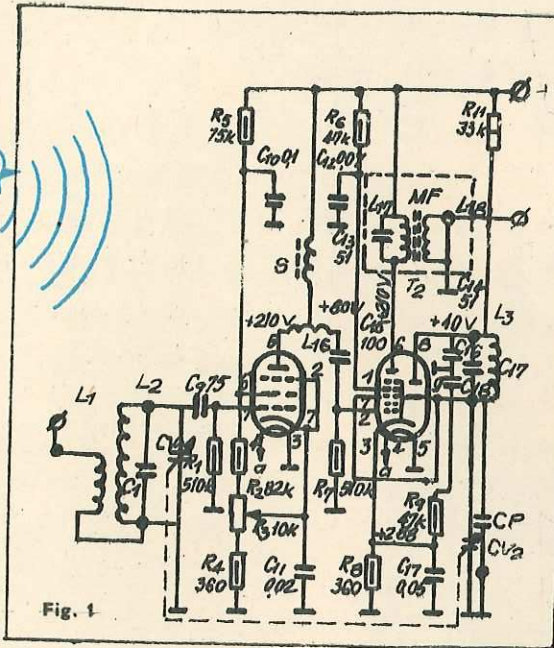
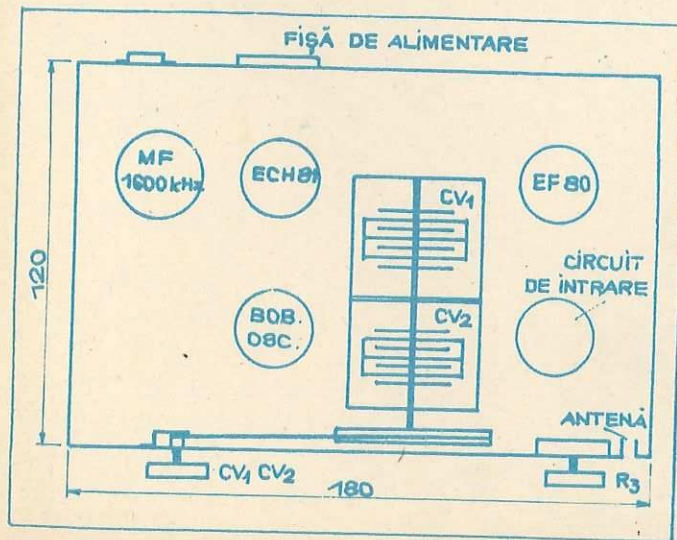

Fig. 1
Fig. 2
Lucrarea se începe cu construcția capului (fig. 3, 4 și 5), care este un cub cu latura de 80 mm de placaj sau balsa de 2 mm grosime (#2 mm). După ce se decupează și se finisează cu șmirghel fin, bucățile de placaj se asamblează provizoriu, pentru a se verifica cotele de montaj, după care, utilizîndu-se o substanță adezivă cu priză rapidă și cîteva baghete de brad, se lipesc reperele 1, 2, 3 și 4. (În pagina 17, numărul ce ne indică reperul apare încercuit, celelalte cifre reprezentînd cotele în milimetri. Fig. 1 prezintă o secțiune văzută din față, iar fig. 2 o secțiune din profil. În fig. 1, 2, 3, 4, 5 reperele apar amplasate la locul lor, numerele ce le corespund nemaifiind încercuite.) După uscare se verifică dacă placa 6 intră ușor între pereții 1, 2, 3 și 4. Pe placa 6 se va monta mecanismul de acționare. Electromotorul 7 va fi cu reductor sau cu o turație redusă; de aceea cotele exacte ale piesei 8 nu au fost indicate, rămînd să se adapteze după nevoie. Cele două axe I și II (fig. 3, 4, 5) se confecționează din cui și se sprijină pe lagărele 9 și 10 (realizate din tablă de aluminiu), prinse pe placa 6 cu ajutorul unor holșuruburi cu diametrul de 2 mm ($\phi 2$ mm). Cama 11 se execută din tablă de aluminiu de 2 mm prin decupare cu traforajul, iar roțile dințate 12 și 13 se procură de la o jucărie. Sub cama 11 se fixează un contact 14 normal deschis de tipul celor utilizate la magnetofone, avînd grijă la montaj ca la trecerea proeminenței camei 11 peste contactul 14 acesta să se închidă. Pe roata 15 (din aluminiu) se practică un orificiu cu $\phi 1$ mm în care se va introduce o sîrmă 16 pe care o vom îndoi pentru a nu cădea. Montarea tuturor pieselor pe I și II se face la cald, pentru ca, prin răcire, ele să se fixeze pe axe.
Corpul (fig. 1, 2) se execută din placaj de 3 mm conform schițelor din fig. 6, avîndu-se în vedere să se asambleze mai întîi reperele 33, 35 și 39, iar apoi releele de sunet RS și de lumină CFE pe placa 36. Aceasta se fixează între pereții 39, realizînd în prealabil legăturile electrice. Cele două relee sînt publicate în «Racheta cutezătorilor» nr. 4/1970, pag. 16.
Idea aparatelor destinate zborului fără motor, lansate din avion, de la mari înălțimi și frământată de multă vreme pe constructori. Savantul german Eugen Sänger propunea încă în 1961 lansări de planoare de la 300 km. Aparatul M2-F1 (fig. 1), care a consemnat în 1963 startul avioanelor fără aripi, a fost supranumit «baia zburătoare». Porecla evocă aspectul lui exterior, care se deosebește net de al unui avion obișnuit. M2-F1 cîntărea o jumătate de tonă.
Mai recent a fost anunțată încercarea cu succes a unui nou aparat de zbor fără aripi: HL-10 (fig. 2). Lansat de la o altitudine de 20 420 m, HL-10 a atins o viteză de 1 985 km pe oră, ceea ce reprezintă aproape de două
Fig. 1 prezintă schema de principiu a adaptorului. Tubul T1 (EF183, EF80, 6K4P) îndeplinește funcția de amplificator de radiofrecvență (RF). Semnalul de RF, amplificat, se aplică, prin bobina L16 și condensatorul C15 pe grila etajului al doilea, care funcționează ca schimbător de frecvență și oscilator local. Acest etaj poate fi echipat cu tubul ECH81 sau 611P.
Adaptorul se va construi pe un mic șasiu din tablă de aluminiu de 2 mm, prevăzut cu un panou frontal (fig. 2). Alimentarea adaptorului se face din receptor, cu ajutorul unei mufe de magnetofon. După executarea montajului, se va cupla muta